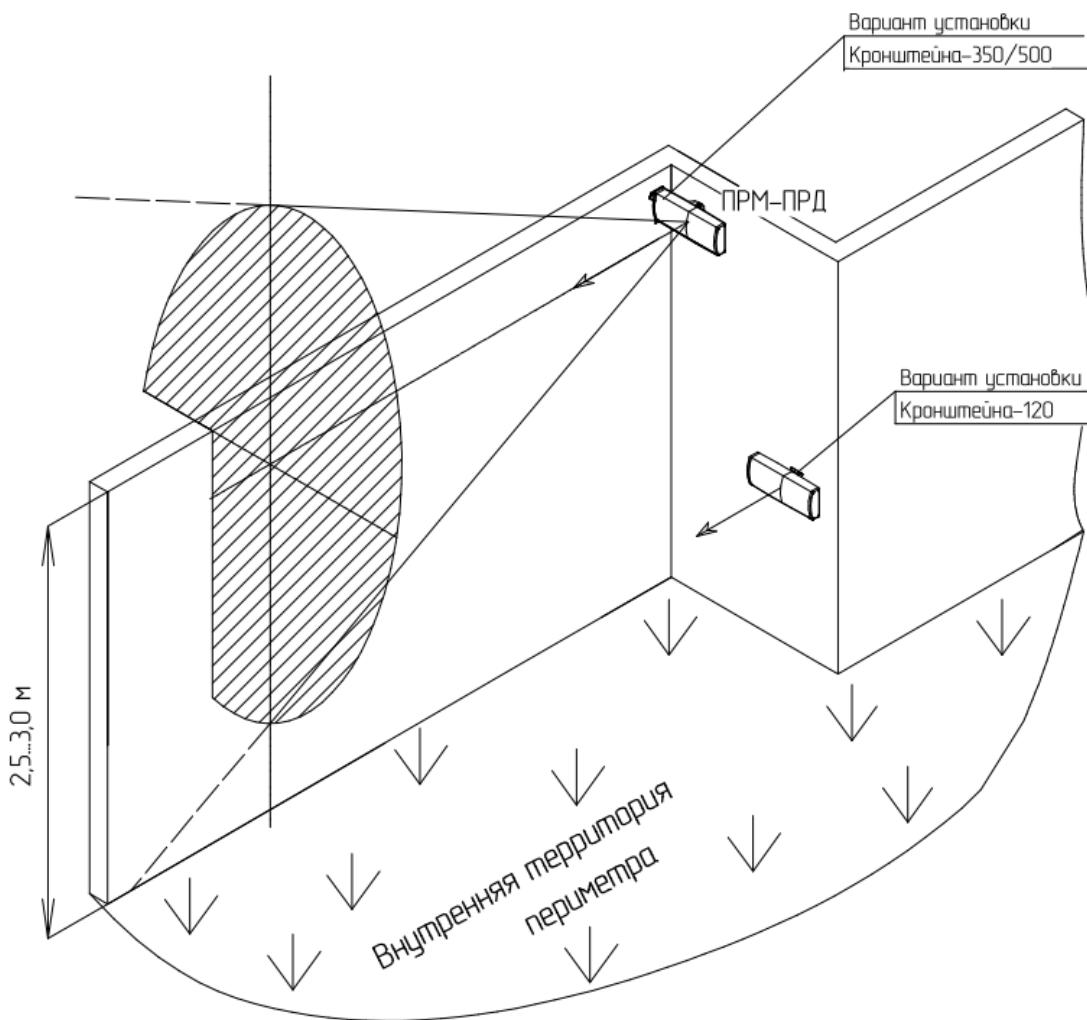

Рисунок 2.4 - Примеры установки извещателя с применением выносных Кронштейнов 500, 350, 120
- КРОНШТЕЙН-120М (вынос 120 мм) рекомендуется применять, если направление излучения блока перпендикулярно плоскости опорной поверхности, или находится в пределах угла ($90^\circ \pm 40^\circ$) (см. рисунок 2.4).